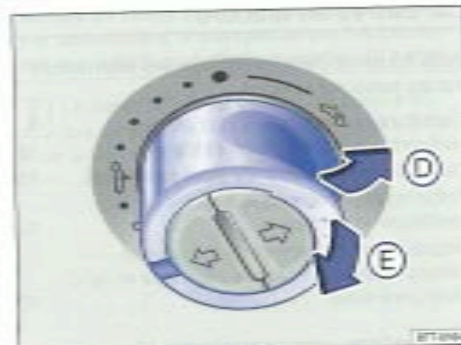

Fig. 37 Dans le ciel de pavillon : appuyez ou tirez sur la commande pour relever et fermer.
→ fig. 37
- Toit ouvrant panoramique à commande électrique : en l'espace d'environ 5 secondes après le déclenchement du dispositif anti-pincement, tirez sur la commande arrière → fig. 37 (flèche) jusqu'à ce que le toit ouvrant panoramique à commande électrique soit entièrement fermé.